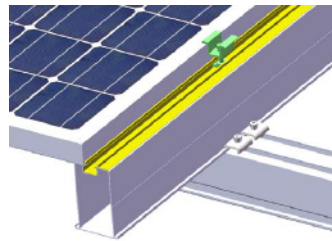
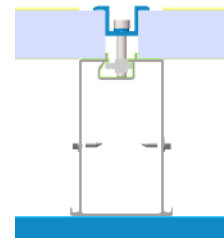

图5
图6
c.第二块太阳能电池板同样放置在宽形横梁135上，继续用中侧压块组件固定。(图5、图6)